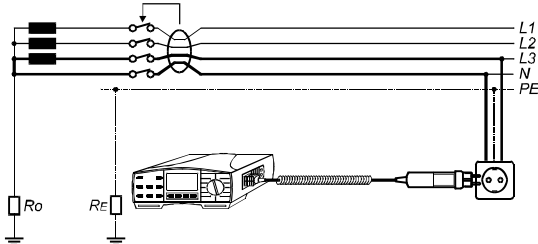

Fig. 59. Tilslutning med testprobe
- ◆ Tilslut testkabel til objektet der skal testes, iht. fig. 59 og 60 (Tryk på **HELP** knap for information om basistilslutning).
- ◆ Tilslut testkabel til objektet der skal testes, iht. fig. 59 eller 60 (Tryk på **HELP** knap for information om basistilslutning).